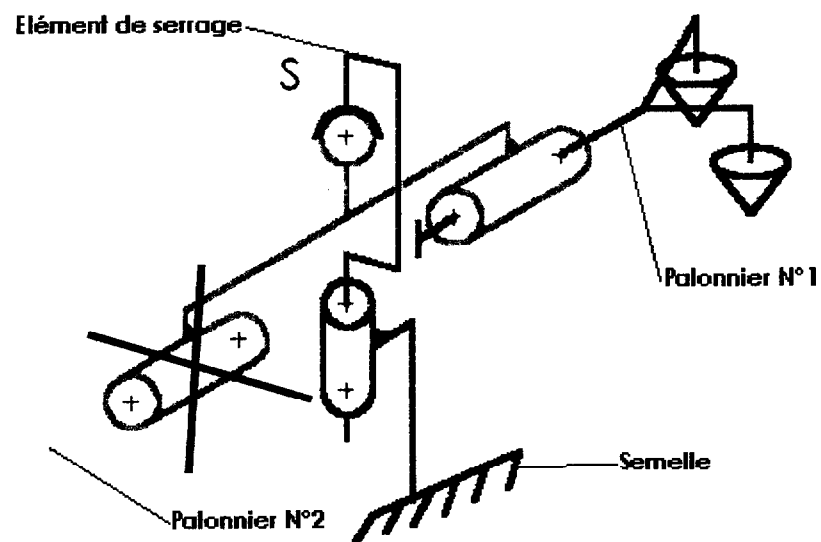

fig. 2
- **Maintenir** en position par un système de serrage unique pour les quatre pièces (fig. 2)
- ☛ **Définir** deux palonniers pour serrer quatre pièces sur le montage selon fig. 2, 3 et 4 page 3/5.